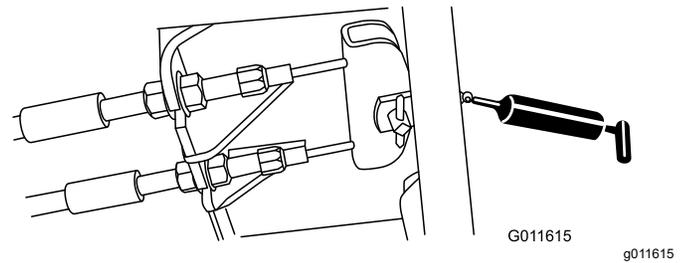

Figura 111
- Pedale del freno (1) (Figura 111)